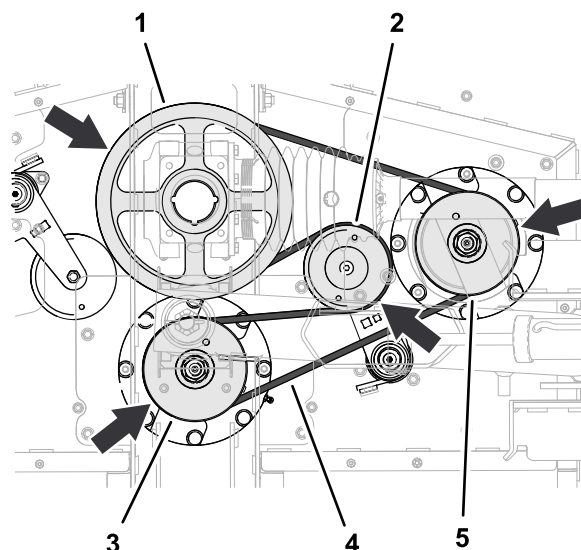

Figura 68
1. Enrute la correa larga alrededor de la polea motriz, la ranura superior de la polea del eje central y la polea del eje derecho (Figura 68).
2. Utilice una llave de carraca u otra herramienta similar para girar el tensor de la correa en sentido antihorario, y coloque la correa sobre la polea tensora (Figura 68).